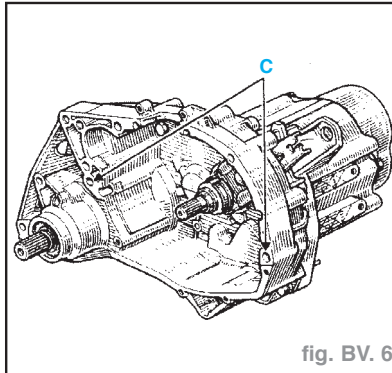

fig. BV. 6
- S'assurer de la présence des bagues de centrage moteur-boîte de vitesses en (C) (fig. BV. 6).